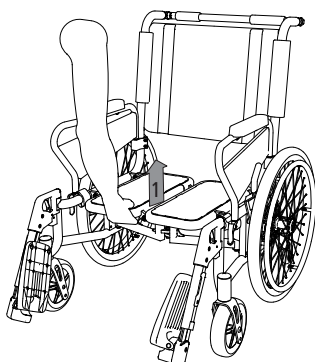

fig. 29
5. Stil dig nu foran kørestolen, og hiv efterfølgende én af siddefladerne op i midten. Siddefladerne står nu vinkelret i forhold til hinanden (1, fig. 29).